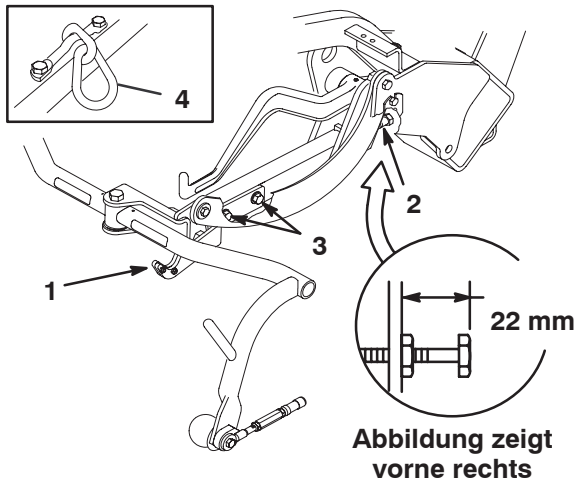
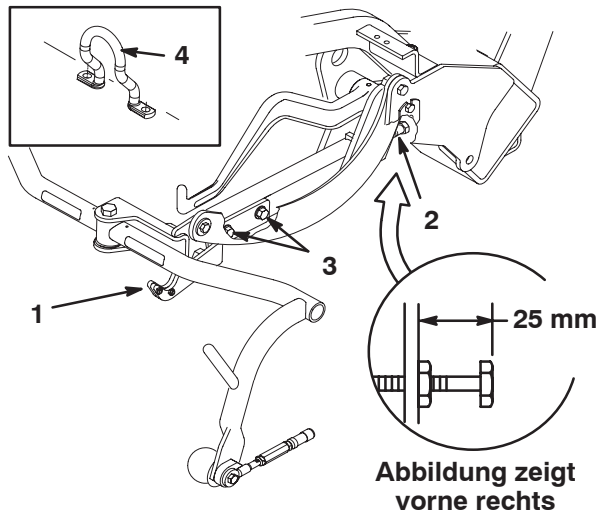

Bild 20
Bild 22
Prüfen Sie die Transporthöhe (Bild 20 und 22) und stellen Sie sie ggf. folgendermaßen ein:
2. Stellen Sie an Mähwerken, die ein Kettenglied oder eine gerade Hebeöse haben (Bild 20 und 21 Einsätze) sicher, dass der Abstand zwischen der Einstellschraube oben am Trägerrahmen und der Rückseite des Trägerrahmens 22 mm beträgt. Wenn der Abstand nicht 22 mm beträgt, gehen Sie auf Schritt 4. Wenn das Mähwerk mit einer Versatztransportöse (Bild 22) ausgestattet ist, gehen Sie auf den nächsten Schritt.
3. Stellen Sie an Mähwerken, die eine Versatzhebeöse haben (Bild 22) sicher, dass der Abstand zwischen der Einstellschraube oben am Trägerrahmen und der Rückseite des Trägerrahmens 25 mm beträgt. Wenn der Abstand nicht 25 mm beträgt, gehen Sie auf Schritt 4.
4. Lösen Sie die Befestigungsschrauben der Transportplatte (Bild 20–22).
7. Wenn die Trägerrahmen nicht dieselbe Höhe aufweisen, lösen Sie die Klemmutter an der Einstellschraube des Trägerrahmens (Bild 20–22). Drehen Sie die Schraube raus, um den Trägerrahmen anzuheben, oder drehen Sie die Schraube rein, um ihn abzusenken. Ziehen Sie die Klemmutter fest, wenn Sie die richtige Höhe eingestellt haben.